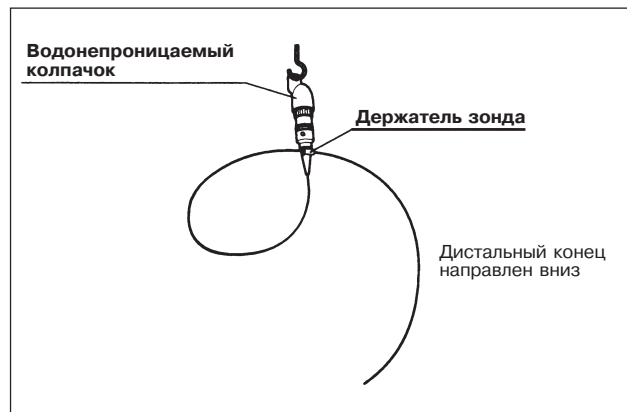

Рис. 3.9
3. Пропустите вводимую часть зонда через петлю держателя, затем расположите ультразвуковой зонд дистальным концом вниз (см. рис. 3.9).